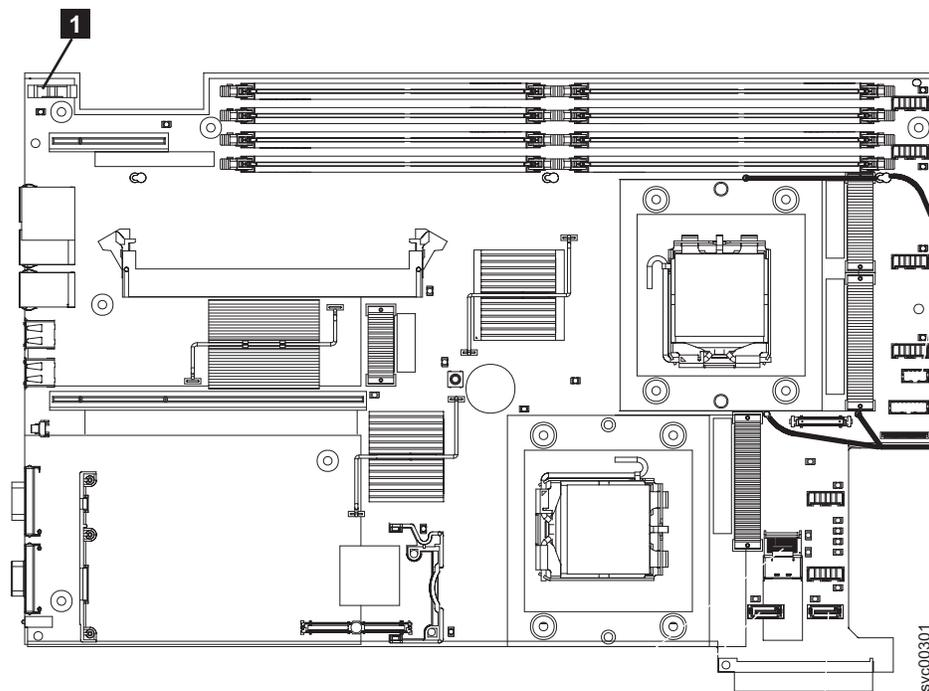

図 117. SAN ポリウム・コントローラー 2145-8G4の CMOS バッテリー・ホルダーの位置
3. システム・ボード上でバッテリー **1** を見つけます。図 117 にはこのバッテリー位置を記載してあります。